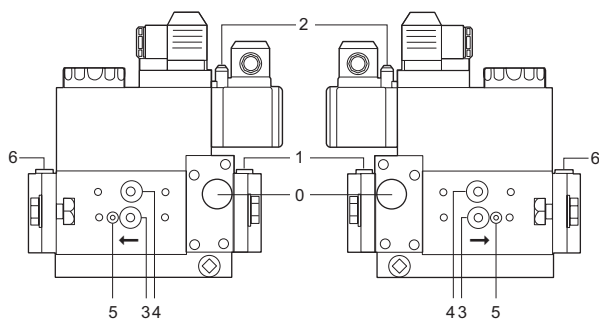
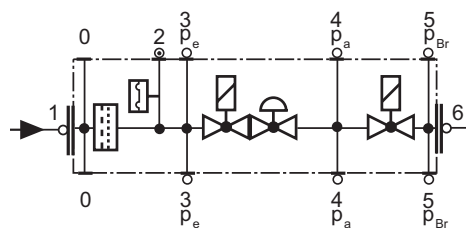

Fig. 19
Fig. 20
- Schimbați filtrul dacă diferența de presiune dintre prizele de presiune 1 și 3 (Fig. 19-Fig. 20) este $\Delta p > 10$ mbar.;
- Schimbați filtrul dacă diferența de presiune dintre prizele de presiune 1 și 3 (Fig. 19-Fig. 20) este de două ori mai mare comparată cu cea de la ultima verificare;